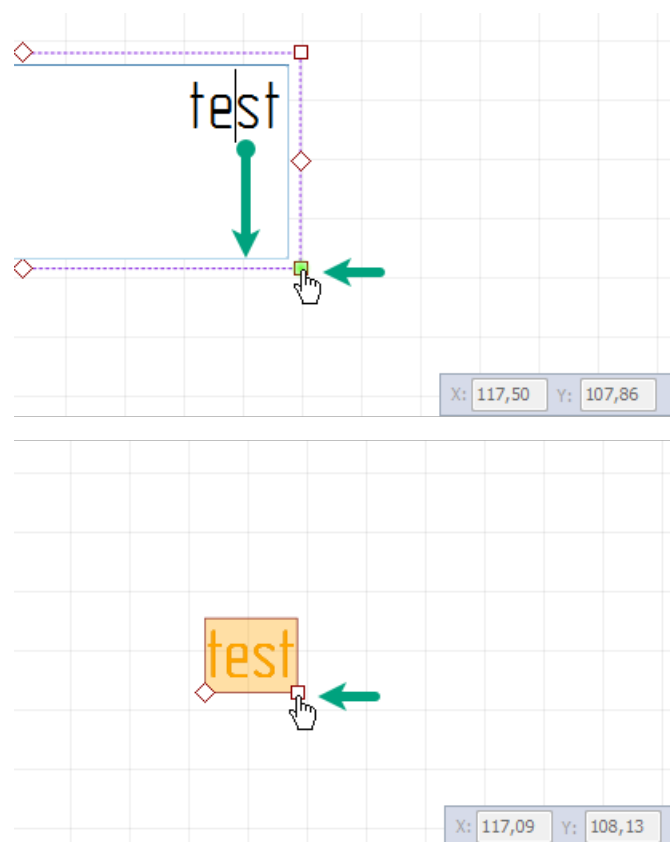

Рис. 406 Итоговое расположение текста
2. После выхода из режима редактирования текст будет перемещен и расположен согласно отображенной точке, см. Рис. 406.